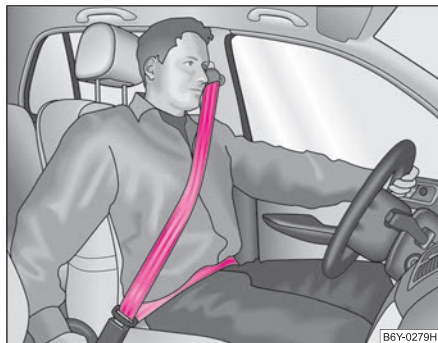

Fig. 160 Centura de siguranță pentru umăr și bazin
- Partea de umăr a centurii nu trebuie să treacă peste gât, ci aproximativ peste mijlocul umerilor și să aibă un contact ferm cu corpul. Partea din dreptul bazinului trebuie să aibă întotdeauna un contact ferm cu bazinul și să fie plasată cât mai jos ⇒ pagina 157, fig. 160. Îndreptați cu mâna banda centurii.